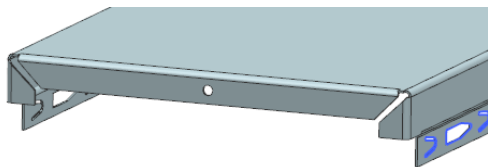

图 5-100 创建孔特征 1 后的钣金件
(4) 单击按钮, 创建孔特征 1 后的钣金件, 如图 5-100 所示。